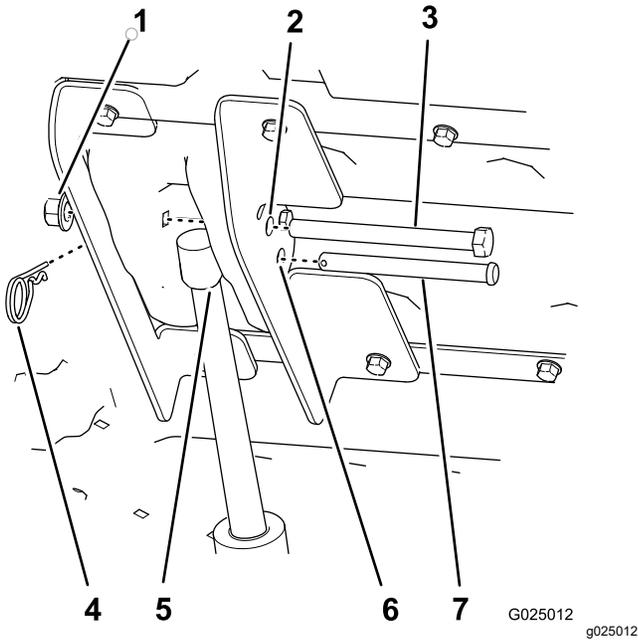

Рисунок 11
- Нажмите верхнюю часть переключателя подъема платформы, чтобы выдвинуть шток привода подъема так, чтобы отверстие в штоке совпало с отверстиями внутреннего и наружного подъемных кронштейнов (Рисунок 11).
- Прикрепите шток привода подъема к подъемным кронштейнам с помощью шплинтуемого штифта (3½ дюйма) и шплинта (Рисунок 11).
2. Снимите шплинт и шплинтуемый штифт, которые крепят шток привода к внутреннему и наружному подъемным кронштейнам (Рисунок 11).
7. Опустите платформу и совместите привод подъема с подъемными кронштейнами (Рисунок 11).
8. Прикрепите привод подъема к подъемным кронштейнам с помощью шплинтуемого штифта и шплинта (Рисунок 11).